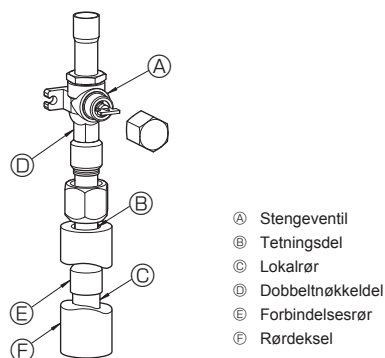

Fig. 4-3
- Bruk følgende fremgangsmåte for tilkopling av rør på gassiden. (Fig. 4-3)
- (A) Fremre rørdeksel
- (B) Rørdeksel
- (C) Stengeventil